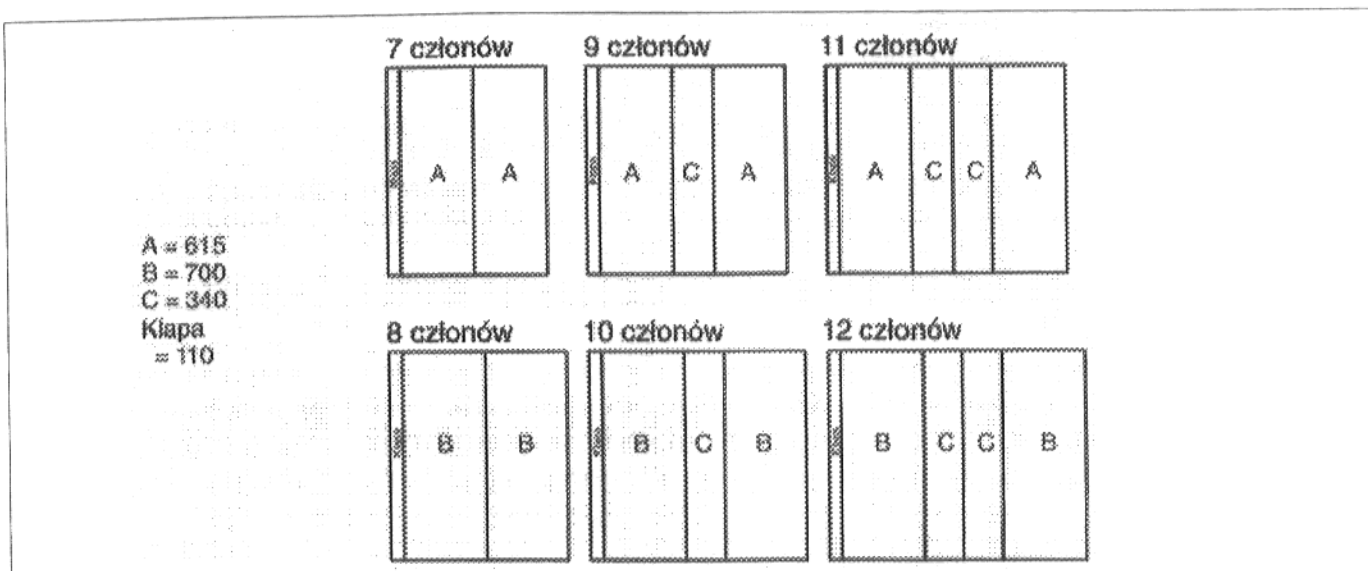

Rys. 36
- Wstawić haki zawiasów klapy bocznej ścianki w wykroje przedniej ściany i przymocować blachowkrętami (rys. 36).
- Zawiesić sprężynę między klapą a przednią ścianą (rys. 36).